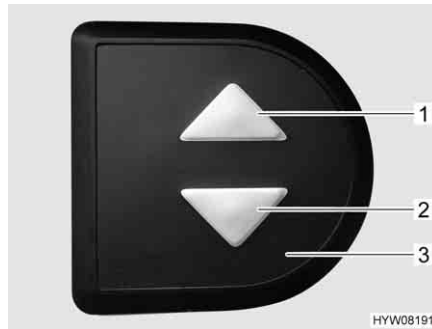

Fig. 84 Elemento di comando (letto basculante)
- Sull'elemento di regolazione (Fig. 84,3) premere contemporaneamente i due tasti freccia (Fig. 84,1 e 2) e tenerli premuti fino a quando il letto basculante non si è spostato completamente verso il basso. Una volta rilasciati i tasti viene emesso un segnale acustico di conferma.
- Sull'elemento di regolazione (Fig. 84,3) premere il tasto freccia inferiore (Fig. 84,2) e tenerlo premuto fino a quando il letto basculante non ha raggiunto la posizione finale in basso.
- Sull'elemento di regolazione (Fig. 84,3) premere il tasto freccia superiore (Fig. 84,1) e tenerlo premuto fino a quando il letto basculante non ha raggiunto la posizione finale in alto.
- Portare leggermente il letto basculante con i tasti freccia (Fig. 84,1 o 2) nella direzione opposta.